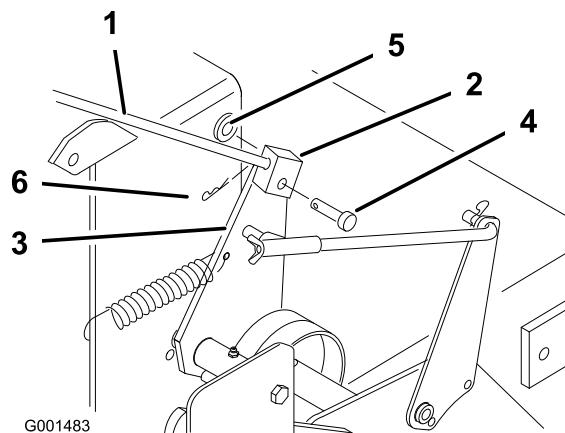

Figura 20
- Saque el pasador de horquilla, la arandela y el pasador que sujetan el acoplamiento de la varilla de control con el soporte de la polea tensora (Figura 20).